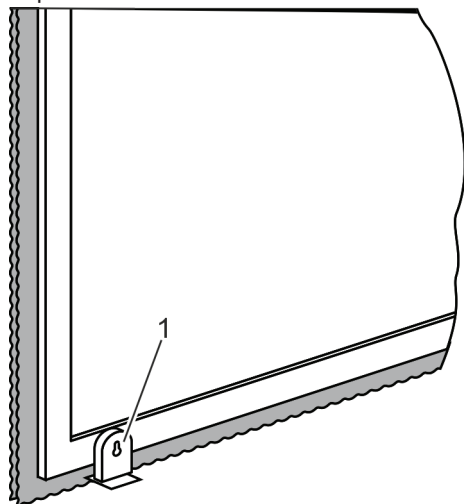

Рис. 37 Напольное блокировочное устройство (пример)
1. Выровнять створку относительно напольного блокировочного устройства (рис. 37).
2. Разблокировать напольное блокировочное устройство (рис. 37/1) для створок. Убедиться в том, что цилиндр замка (рис. 37/1) заблокирован, повернув его на два полных оборота.